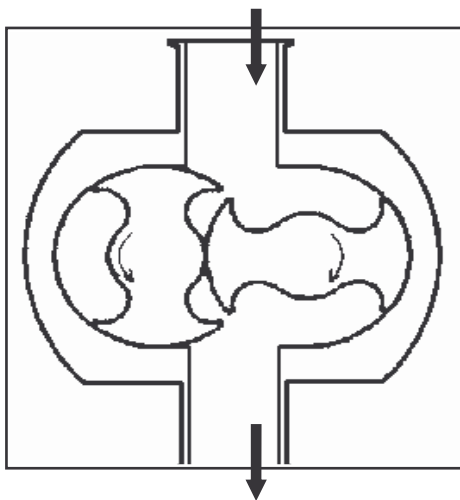

Figure 9 Sens de rotation.
- Le moteur doit être câblé pour obtenir le sens de rotation correct - voir Fig.9